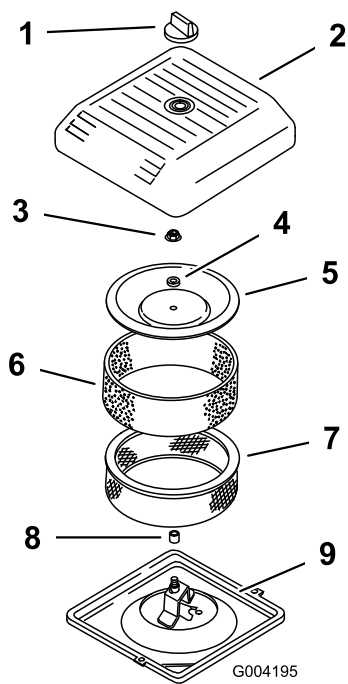

Bild 158
- Schieben Sie den Schaumvorfilter vorsichtig auf den Papierfilter (**Bild 158**).